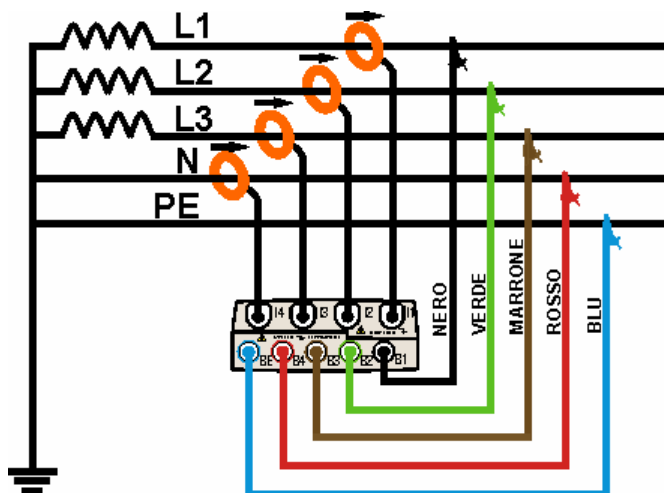

Fig. 204: Collegamento dello strumento in un sistema Trifase 4-fili
2. Collegare i cavi di misura della tensione sui conduttori di Fase L1, L2, L3, Neutro e Terra rispettando i colori come mostrato in Fig. 204. **Verificare a display l' indicazione "123" relativa al corretto senso ciclico delle fasi** (vedere il paragrafo 5.2.3) ed effettuare le opportune correzioni fino al raggiungimento di tale situazione.
3. Collegare le pinze di corrente sui conduttori di Fase L1, L2, L3 e Neutro N come mostrato nella Fig. 204 **rispettando il verso della freccia** presente sulle pinze stesse che indica la direzione convenzionale della corrente da generatore a carico. **Verificare sempre, nelle videate della sezione Visualizzazione Misure, che le Potenze Attive P1, P2, P3 siano sempre positive e che i fattori di potenza Pf1, Pf2, Pf3 siano corrispondenti ad un carico, normalmente induttivo**, prima di attivare una registrazione. In caso di valori negativi delle potenze attiva ruotare le pinze di 180° sui conduttori interessati.